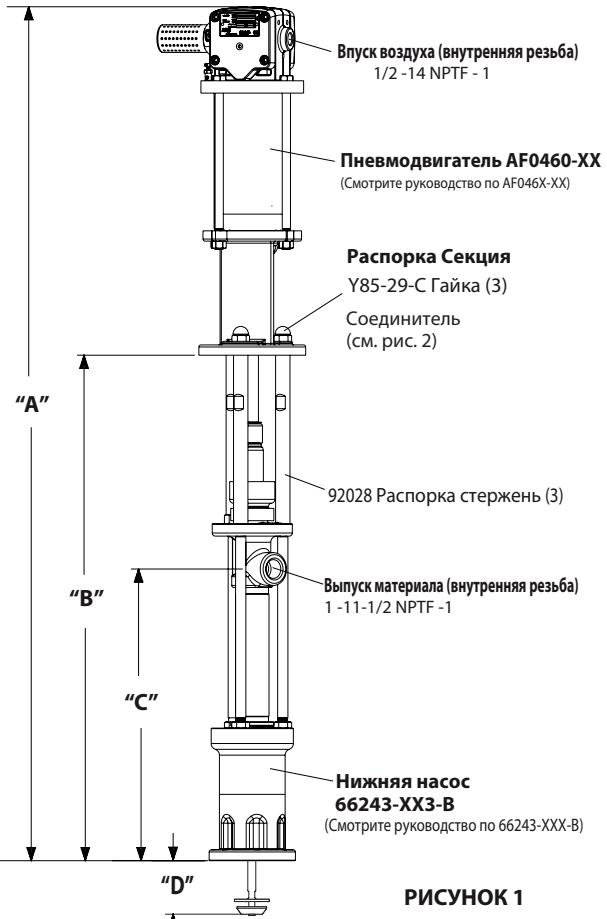

РИСУНОК 1
- Удалите три гайки (Y85-29-C) из трех прутков распорка (см. рисунок 1).